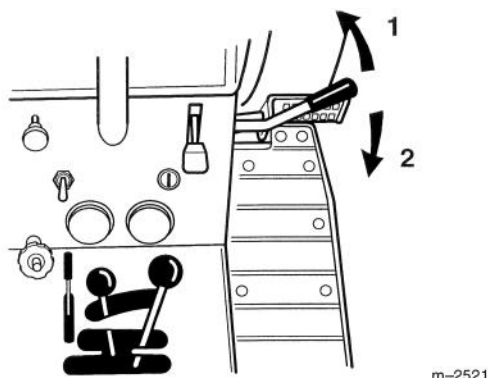

Figure 7
2. Pousser le levier de prise de force (PdF) vers l'avant pour embrayer la prise de force (Fig. 7).
2. Tirer le levier de prise de force (PdF) vers l'arrière pour débrayer la prise de force (Fig. 7).